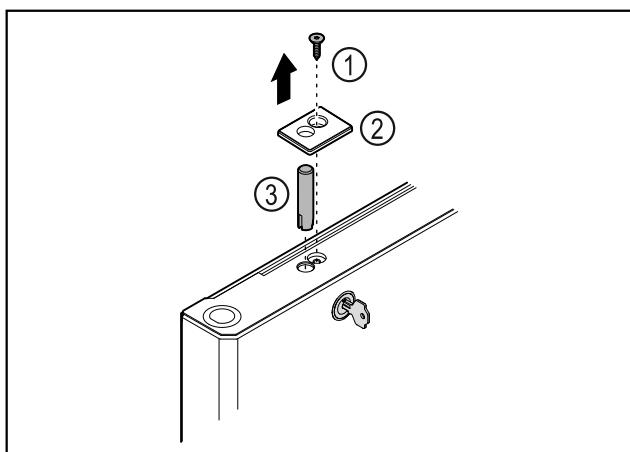

Fig. 43
- Зніміть гвинт Fig. 43 (1).
- За допомогою малої викрутки зніміть з фіксатора кришку Fig. 43 (2) і видаліть.
- Витягнути палець замка Fig. 43 (3).